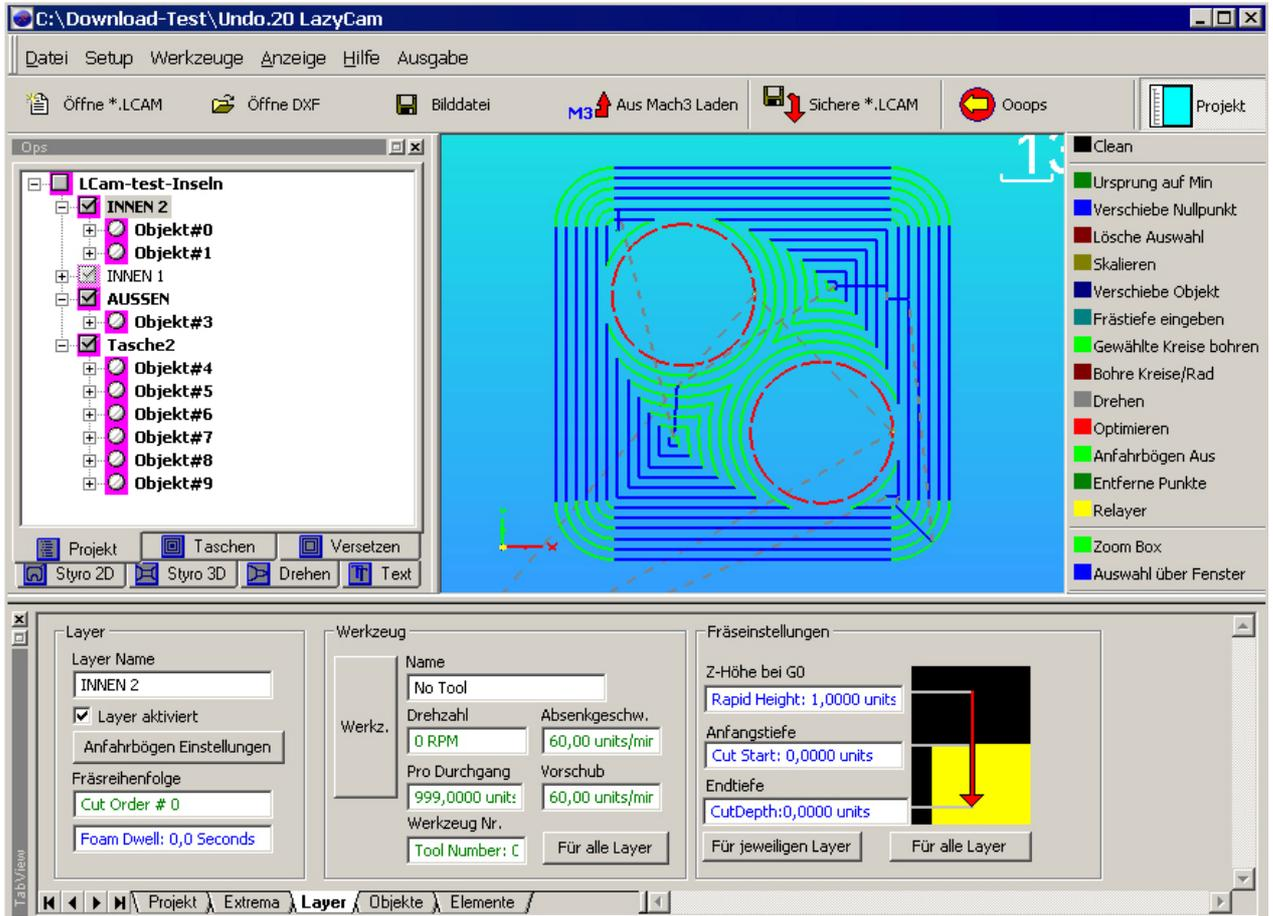

Abb. 2.9: Gewählter Layer INNEN-2 mit zugehörigem Einstellfenster
Da wir ja erreichen wollen, daß die beiden kleinen Kreise innerhalb unserer Tasche stehen bleiben sollen, müssen wir uns noch um deren Konturen kümmern. Dazu klicken wir im Projektbaum auf den Layer **INNEN-2**, woraufhin die beiden Kreise sofort rot angezeigt werden. Gleichzeitig öffnet sich das Fenster für die Layereinstellungen im **Infobereich (4)** (Abb.: 2.9).